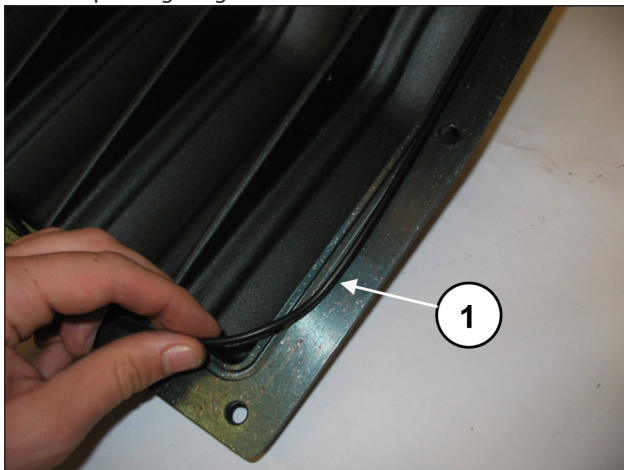
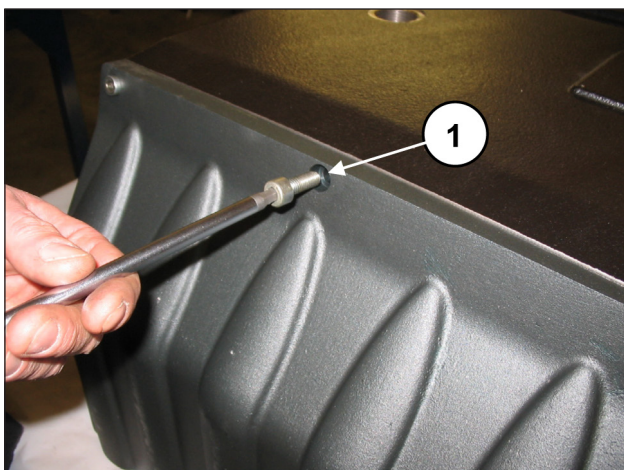

Abb. 91
Abb. 92
Setzen Sie den O-Ring in den hinteren Deckel ein (Pos. ①, Abb. 91) und befestigen Sie den Deckel am Gehäuse anhand von 10 Schrauben M8x20 (Pos. ①, Abb. 92). Eichen Sie die Schrauben mit einem Drehmomentschlüssel, wie in Kapitel 3 gezeigt.